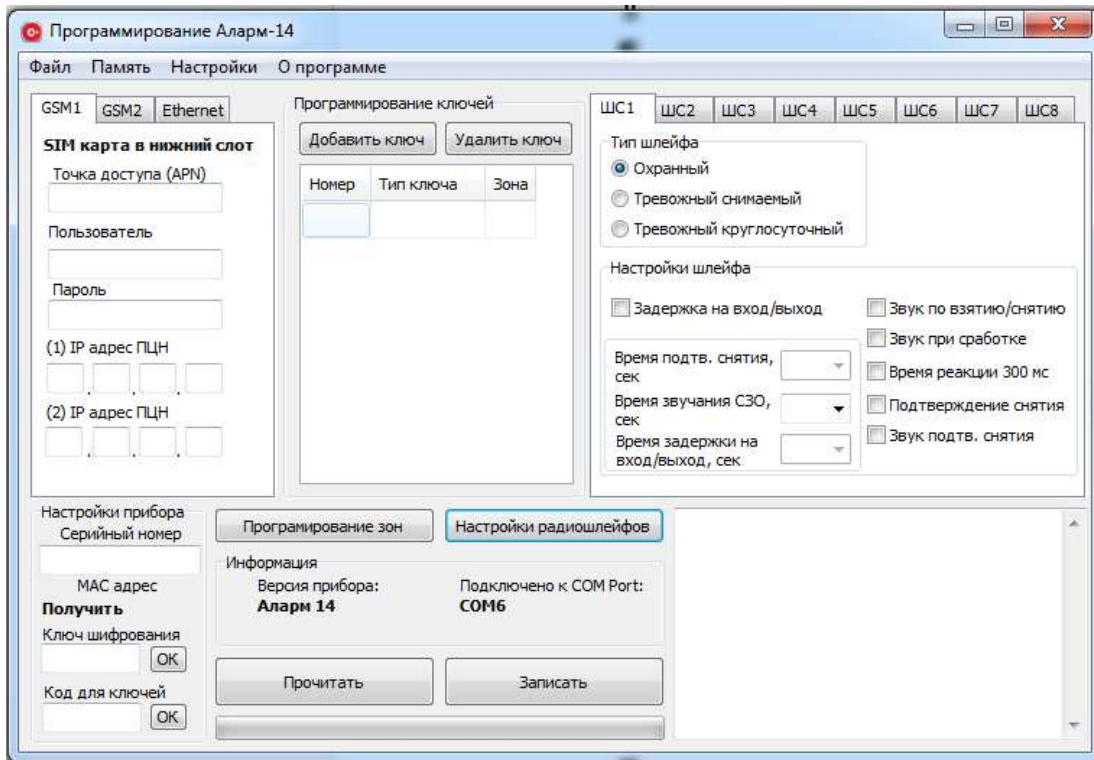

Рисунок 3.
3.1.3 В результате выполнения этой команды на экране ПЭВМ появится основное окно «Программирование Аларм-14» (рисунок 3):